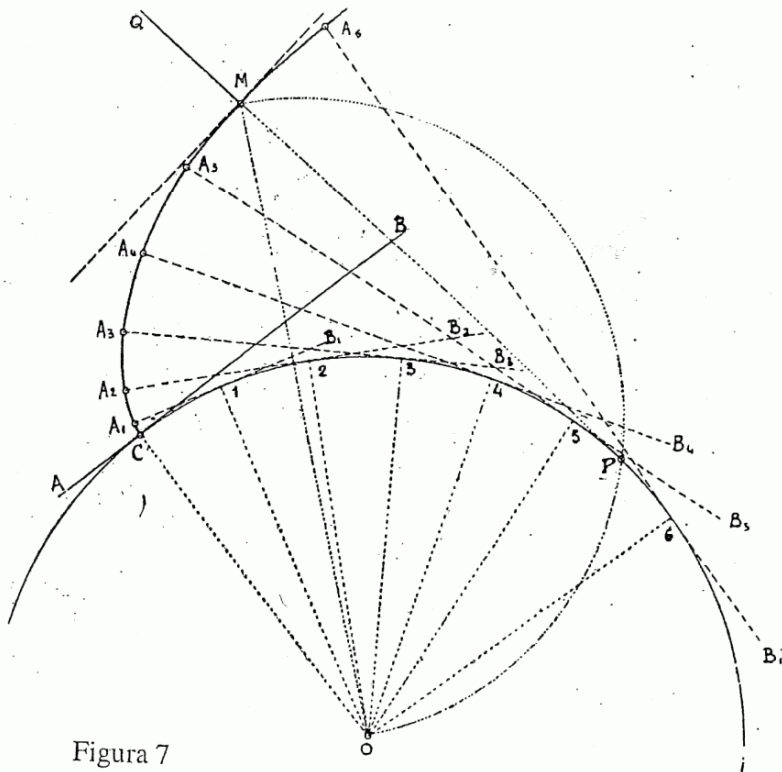

Figura 7
- Esercizio n.7 Disegnare l'evolvente di una circonferenza (Figura 7); disegnare la normale e la tangente in un punto qualunque M dell'evolvente.